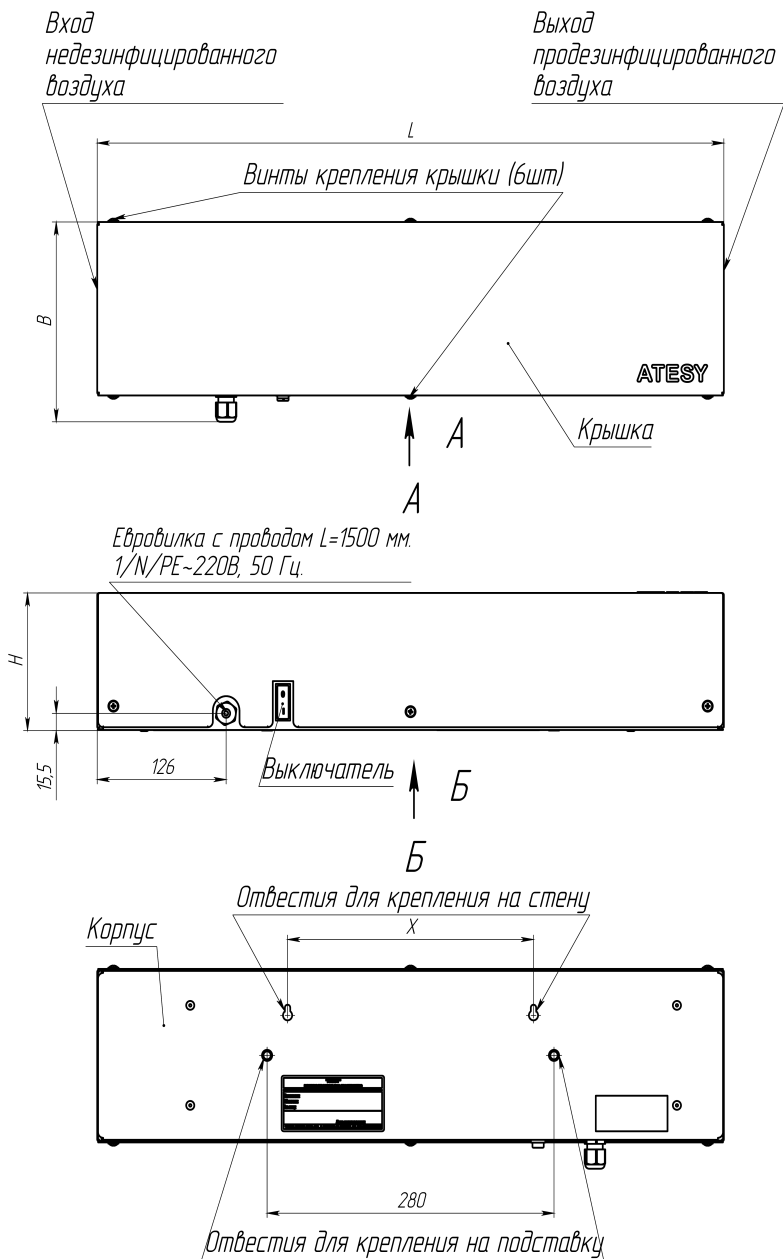

Рис. 1 Общий вид
1.6. Общий вид облучателя представлен на Рис. 1.
3.1. Установка облучателя возможна плоскую горизонтальную поверхность, на стену или на специальную подставку производства «АТЕСИ». Для установки на плоскую горизонтальную поверхность необходимо применить комплект опор производства «АТЕСИ» (комплект опор в состав изделия не входит и приобретается отдельно). Для крепления на корпусе изделия предусмотрены отверстия (Рис.1).